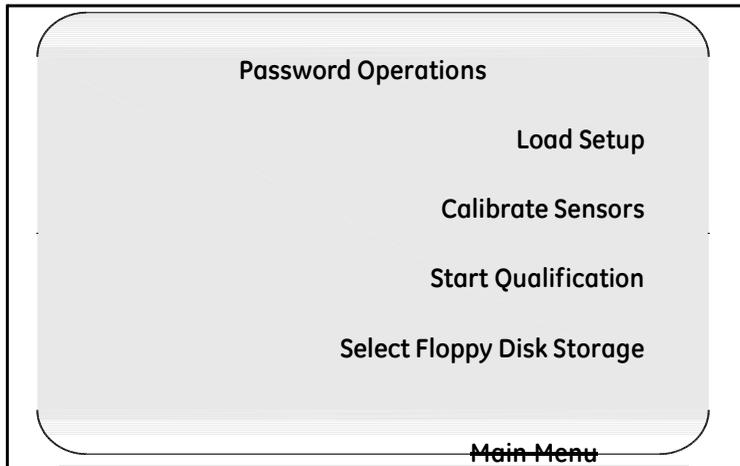
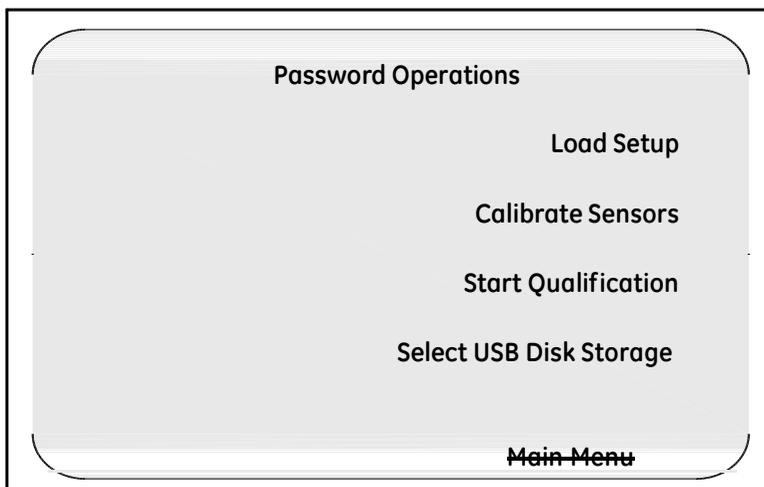

图 43: 密码操作界面
图 44: 密码操作界面
**Password Operations 密码操作** 界面, 如图 43 和图 44 所示. 如果要选择你需要的存储类型 (磁盘或 USB 存储器), 按 **Select (Floppy or USB) Disk Storage 选择 (磁盘或 USB) 存储** 来选择你需要的存储媒介.